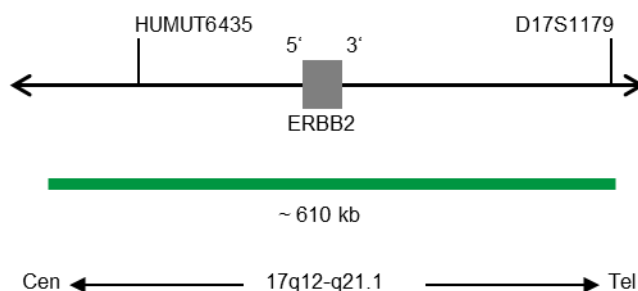

Abb. 1: SPEC ERBB2 Sondenlokalisierung (nicht maßstabgetreu)
- ZyGreen (Anregung 503 nm/Emission 528 nm) markierten Polynukleotiden (~10 ng/ μ l), die gegen Sequenzen in 17q12-q21.1* (chr17:37,572,531-38,181,308) gerichtet sind, welche die ERBB2-Genregion enthalten (siehe Abb. 1).